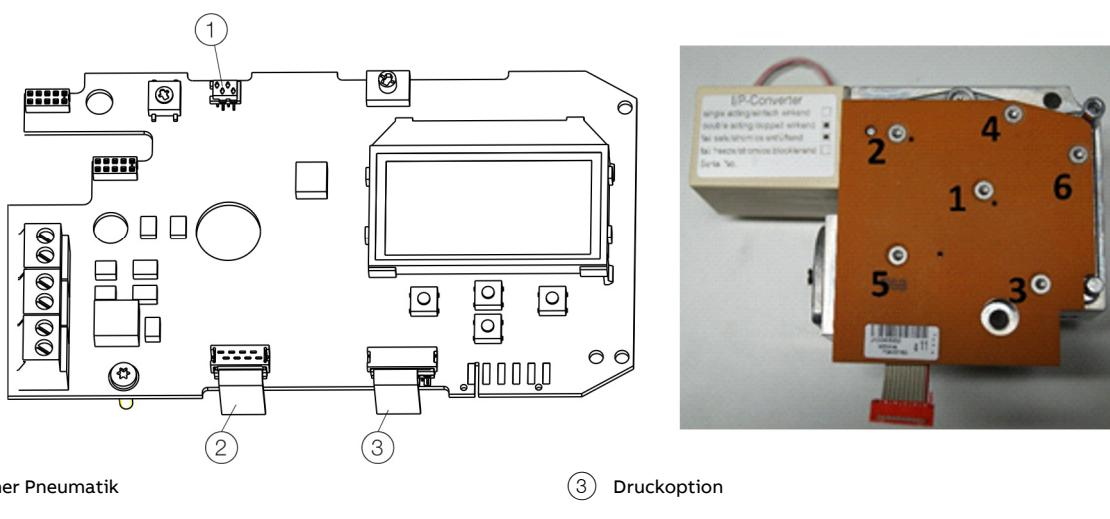

Abbildung 2: Leiterplatte
- Beide Steckverbinder (1, 2) auf die Leiterplatte aufstecken (siehe Abbildung 2).
- Steckverbinder der Druckoption (3) auf die Leiterplatte aufstecken (siehe Abbildung 2).